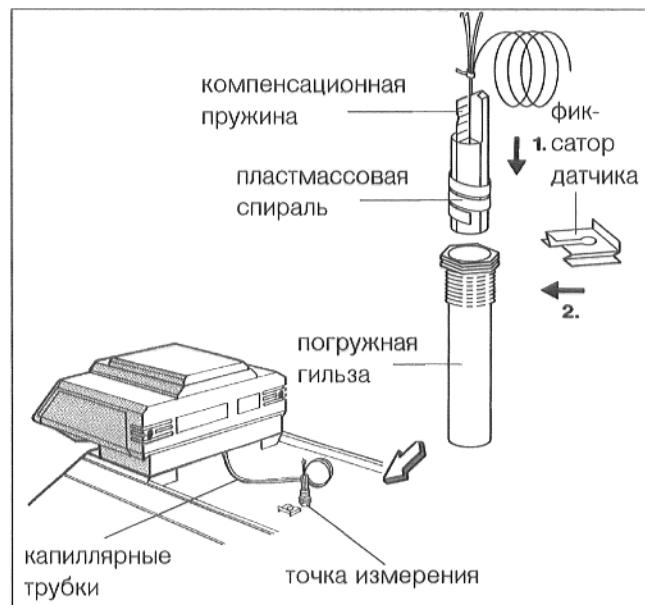

Рис. 18
- Проложить капиллярные трубы (рис. 18) датчиков температуры и, при "Ecomatic"-регулировании, провод датчика температуры котельной воды на изоляции блока котла назад, к точке измерения.
- Вставить датчик температуры до упора в погружную гильзу. При этом, пластмассовая спираль автоматически отходит назад. Компенсационная пружина также должна быть вставлена в погружную гильзу (рис. 18).
- Прижать фиксатор датчика (комплект поставки), сбоку или сверху на головку погружной гильзы (рис. 18).